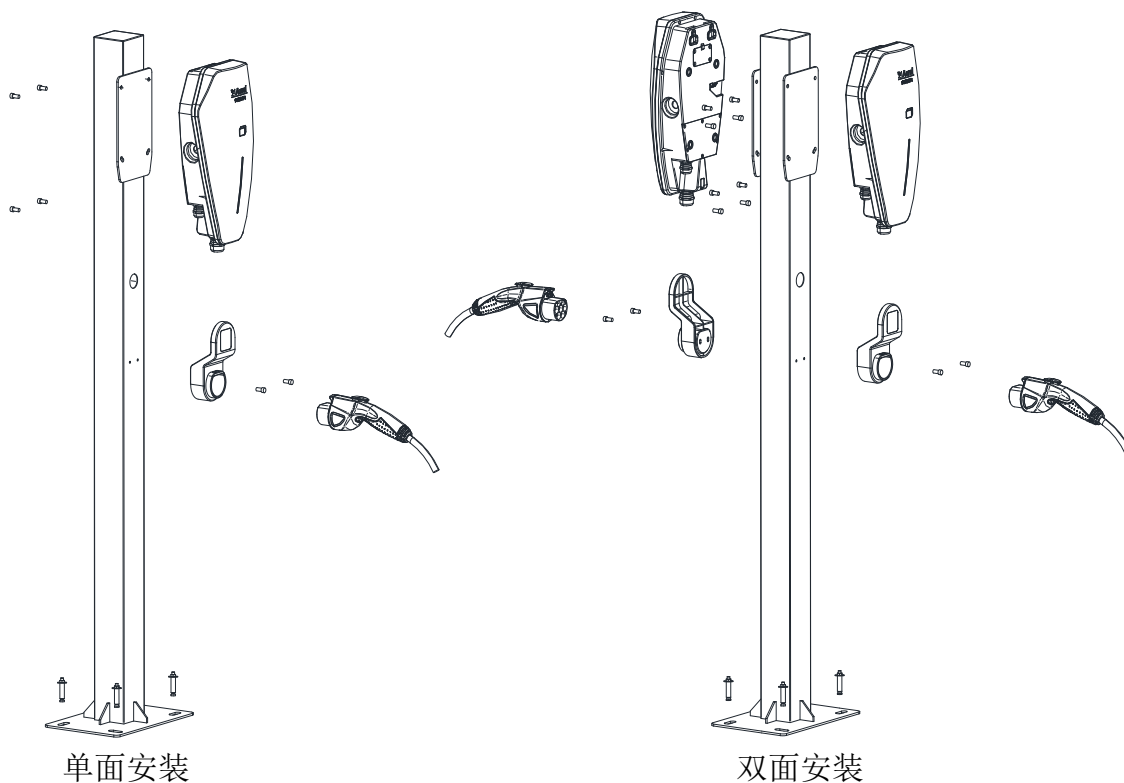

图 A-5 固定充电桩
(2)双面安装:通过背板用 8 颗 M6*16 不锈钢螺丝将充电桩固定在立柱外部,然后使用 4 颗 M6*16 不锈钢螺丝将枪座固定在立柱上,用内六角扳手拧紧,如图 A-5 所示。